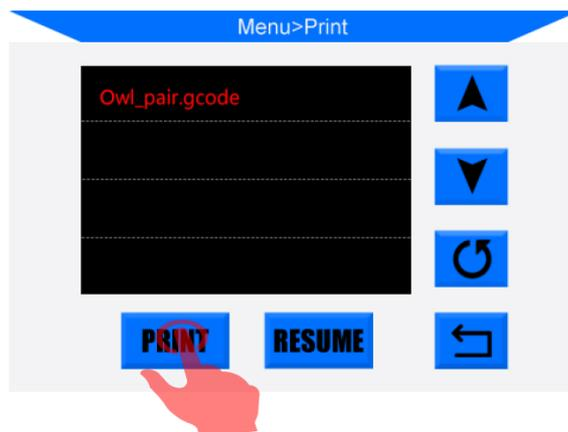

Abbildung 10
**Schritt 7 Testdruck:** Legen Sie die SD-Karte (Rückseite nach oben) in den SD-Kartensteckplatz an der Basis ein. Klicken Sie im Home-Menü auf "Print" um die Dateiliste aufzurufen, (**Abb. 10**). die eine druckbare Testdatei enthält - "owl\_pair"